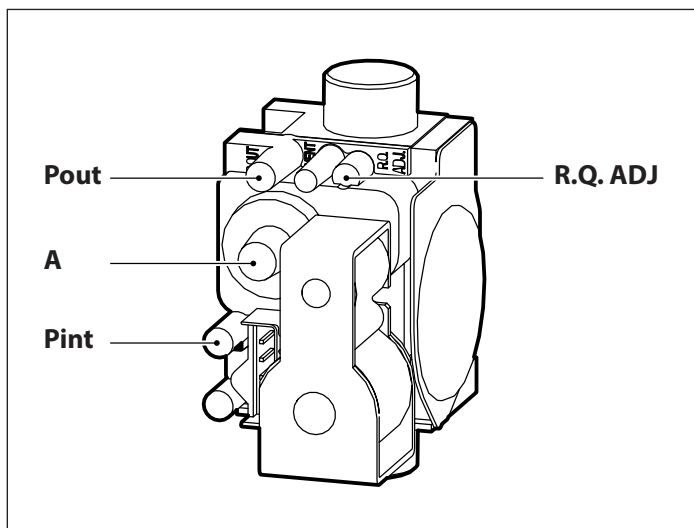
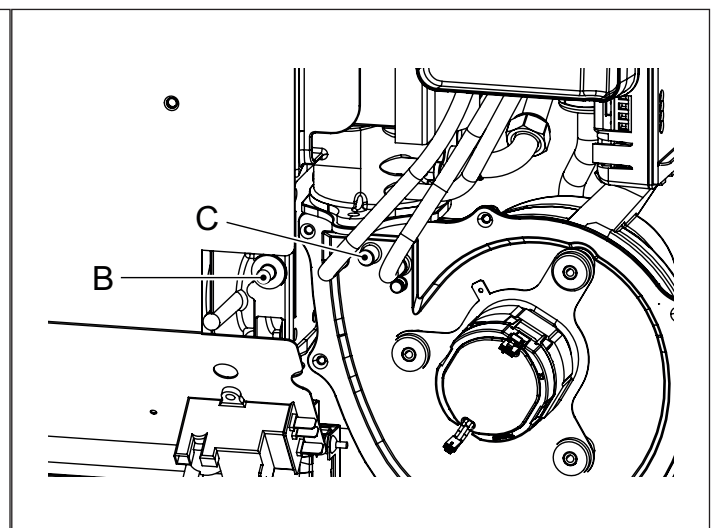

Fig. 31
Fig. 32
- Con el aparato en funcionamiento a la potencia mínima, conectar el positivo del manómetro a la toma de presión **Pint** de la válvula (Fig. 31) y el negativo a la toma de presión **C** en el tornillo sin fin del ventilador (Fig. 32), después de haber desatornillado los tapones de cierre. Comprobar el valor de la presión entre los dos puntos.
- Si fuera necesario, efectuar el ajuste del off-set por medio del tornillo A (Fig. 31) después de haber desatornillado el tornillo de cierre.
Conectarse a la toma específica de la máquina después de haber desmontado el tapón de latón **B**; comprobar que el CO₂ medido corresponda a los valores indicados en la tabla de los datos técnicos o en la placa aplicada a la lámina anti-radiación. Si fuera necesario, regular el CO₂ por medio del tornillo **A** con el aparato al mínimo y del tornillo **R.Q. ADJ** con el aparato al máximo (Fig. 31).